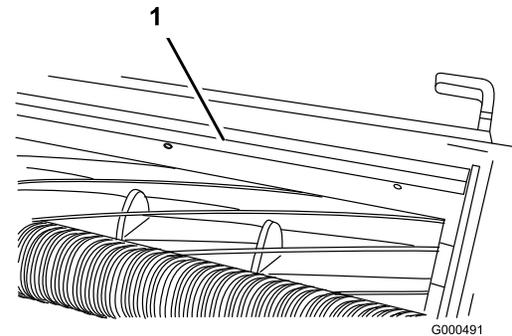

Figure 63
1. Desserrez les vis de fixation de la barre supérieure (Figure 63) au plateau de coupe.